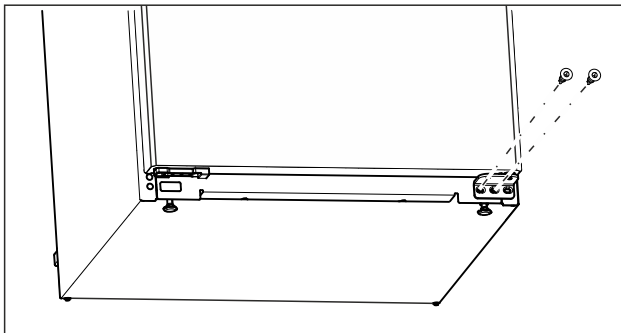

Fig. 15
- ▶ Desatornillar el tornillo central en el soporte del cojinete inferior con un destornillador Torx 20. (consulte Fig. 15)
- ▶ Desatornillar el tornillo interior en el soporte del cojinete inferior con un destornillador Torx 20. (consulte Fig. 15)